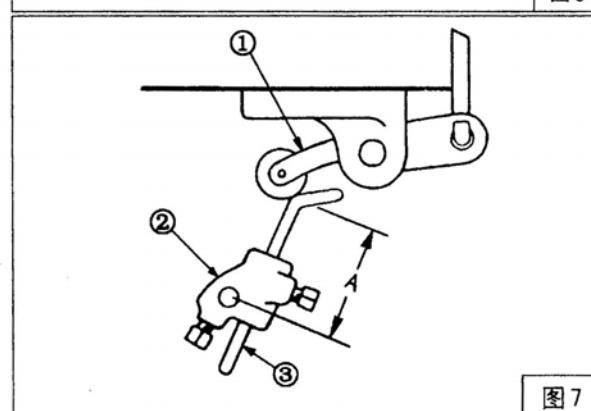

图7
3) 调整（图7）：
- 抬压脚弯杆与接头的位置：在确认压脚已放下的同时，调整抬压脚弯杆③与膝控提升杠杆曲柄滚轮①的位置如图A所示，最后拧紧螺钉。